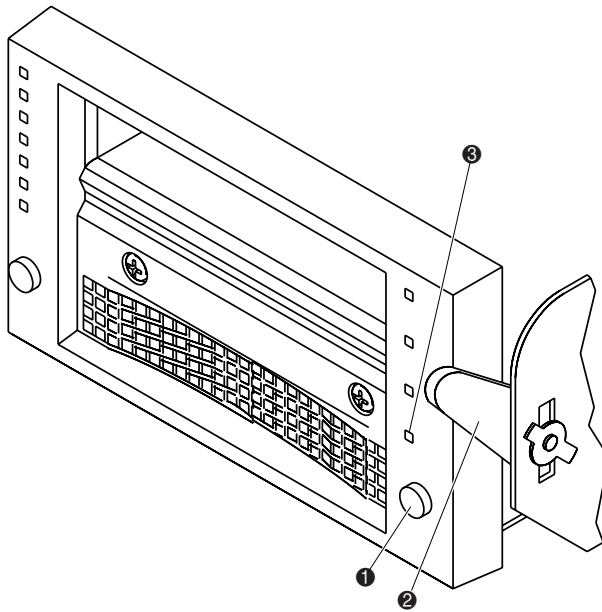

Figura 2-11: Frontalino dell'unità a nastro DLT
2. Premere il pulsante **Unload** (Scarica) sull'unità a nastro (❶ Figura 2-11). Quando si preme **Unload** (Scarica), la cartuccia a nastro viene riavvolta. Questa operazione dura da 10 a 120 secondi. Quando il processo di riavvolgimento è completo, la spia della maniglia Operate Handle (Azionamento maniglia) si accende.
3. Quando la spia Operate Handle (Azionamento maniglia) (③ Figura 2-11) si accende, appoggiare il pollice di una mano a circa un centimetro dal nastro e sollevare lentamente la maniglia di inserimento e rilascio (② Figura 2-11) per estrarre la cartuccia a nastro.